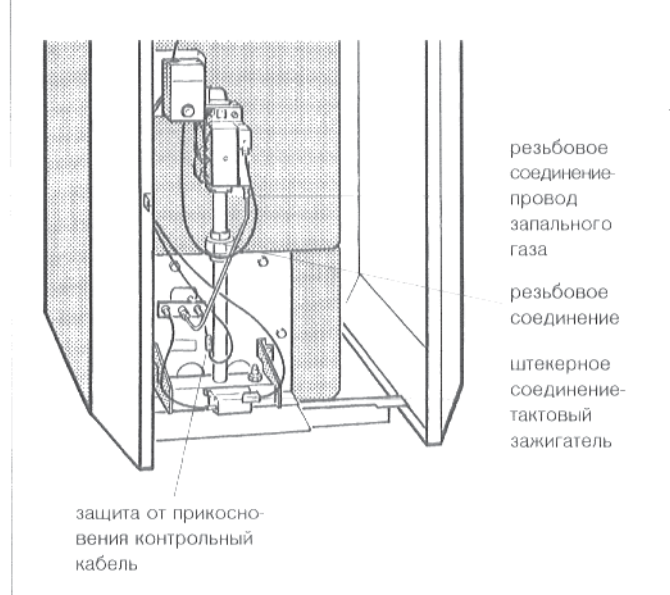

Рис. 42: газовая горелка
- Ослабить резьбовое соединение запального провода у арматуры (рис. 42).
- Отделить газовую горелку от арматуры (рис. 42).
- Устранить защиту от прикосновений у контрольного провода (рис. 42) и разъединить штекерное соединение.
- Снять штекерное соединение у зажигающего (рис. 42).